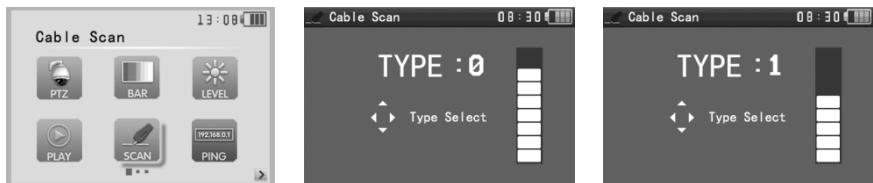

Рис. 20 Подменю Cable Scan
4. С помощью кнопок  выберите тип звукового сигнала (Рис. 20).